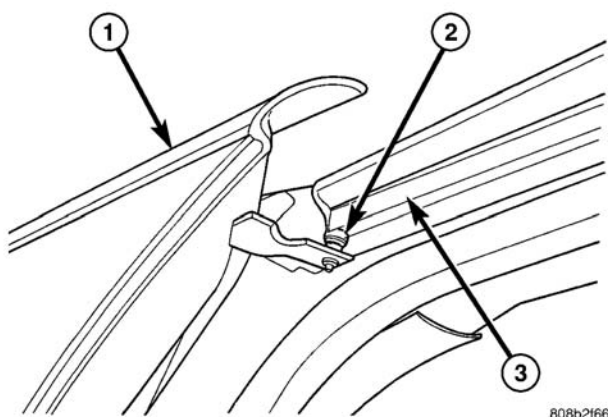
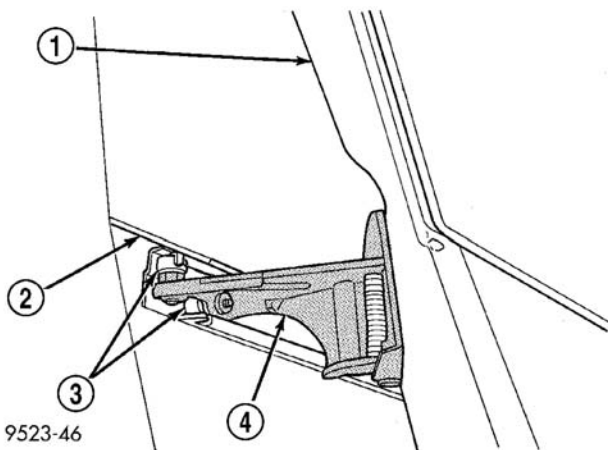

图 11 滑动门上滚柱
图 12 滑动门中央滚柱
(12) 将车门向后拉，直到滑动门上滚柱离开上沟槽(图 11)。
(13) 将车门继续向后滑动，直到下滚柱离开下滑轨。
(14) 将车门继续向后滑动，直到中央铰链滚柱离开沟槽(图 12)。
(15) 将滑动门拆离车辆。
(1) 将滑动门放置到举升装置上。
(2) 将中央铰链滚柱装入中央沟槽并向前移动车门(图 12)。
(3) 将车门放置到滑动门开口后部。
- (4) 将中央铰链滚柱装入沟槽（图 12）。
- (5) 将车门向前滑动，直到下滚柱与下滑轨的后部结合。
- (6) 将滑动门上铰链与上沟槽结合（图 11）。
- (7) 安装固定开锁门的锁舌（参见 23-车身/内部/固定开锁门碰舌-安装）。
- (8) 安装滑动门槛板。